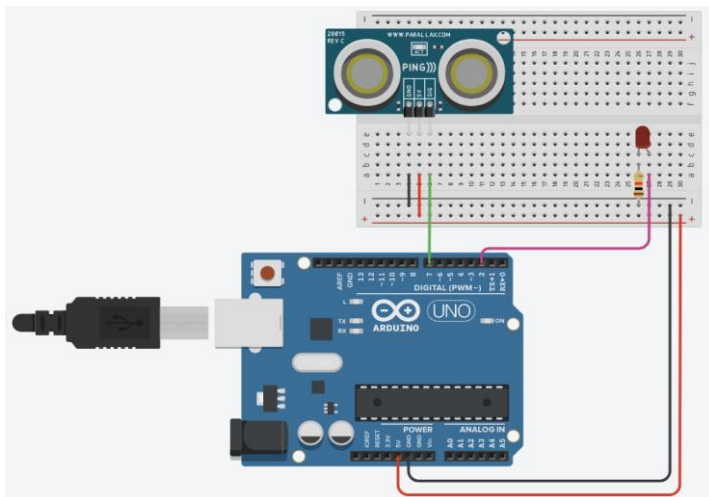
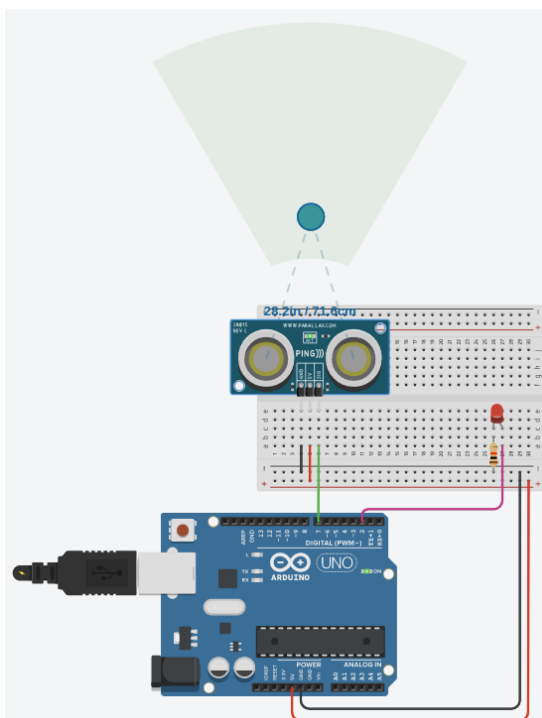

Рисунок 2.3 – Схема плати з датчиком відстані
Рисунок 2.4 – Симуляція вимірювання відстані
Розглянемо приклад використання датчика відстані. На платі (рис. 2.3) розташовані сам датчик та LED діод. Для запуску симуляції необхідно натиснути "Start simulation", після чого необхідно натиснути на датчик, щоб відобразилось поле з об'єктом, який можна рухати (рис. 2.4). Якщо об'єкт знаходиться на відстані, що менша ніж 100 см, діод починає світитися.
2.3.1 Створити схему, як зображено на рис. 2.4 та додати код.